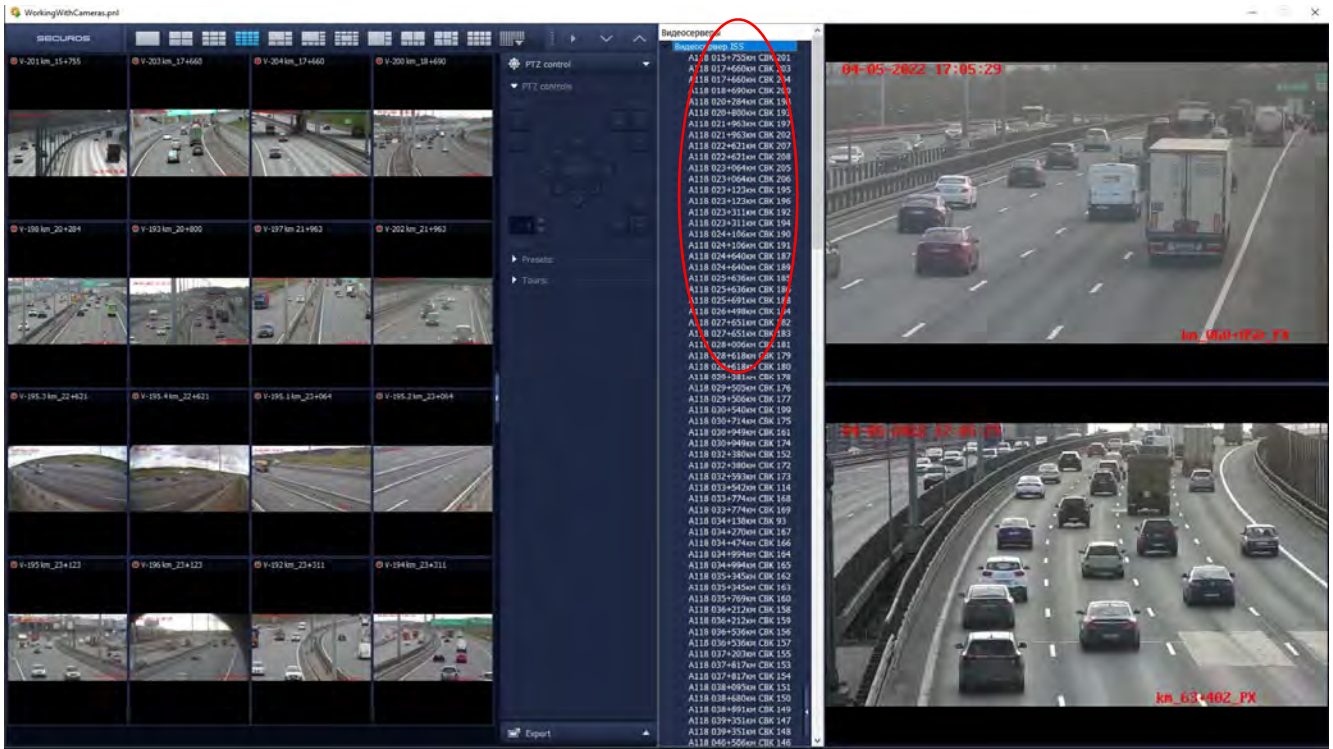

Рисунок 3.6.2 Выбор одной или нескольких видеокамер для просмотра изображения
В поле «Список серверов с видеокameraми» (4) выбрать одну (нажать на необходимую камеру из списка ЛКМ) или несколько (Ctrl + ЛКМ из списка) камер для отображения (см. рис. 3.6.2).